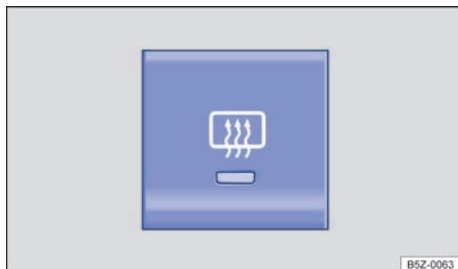

Fig. 91 En la consola central: botón del desempañador de la luneta.
- Presionar el botón → **fig. 91** para encender el desempañador de la luneta.